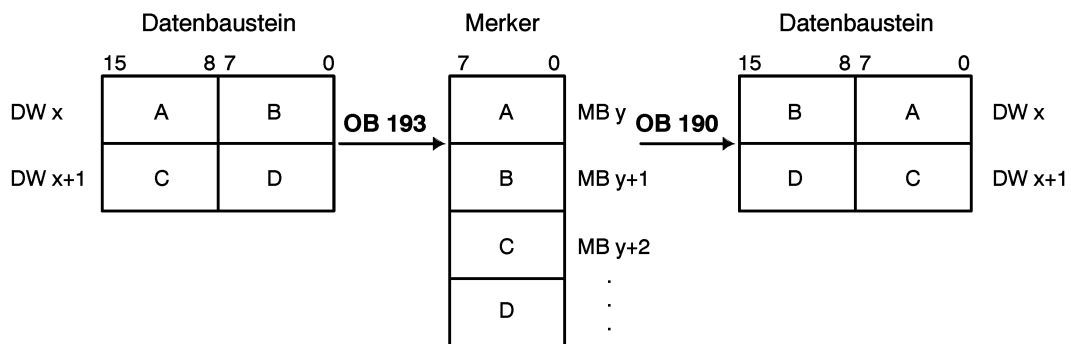

Bild 6-10 Vertauschen von High-Byte und Low-Byte in einem DB mit Hilfe von OB 193/OB 190
- Ohne großen Aufwand lassen sich im Datenbaustein High-Byte und Low-Byte vertauschen, indem mit den entsprechenden OBs Datenwörter in den Merkerbereich und wieder zurück übertragen werden, wie in Bild 6-10 dargestellt: